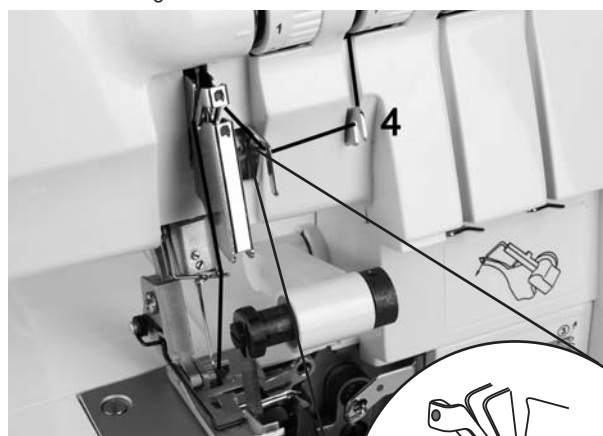

Fig. 27
4. Enfilez le fil en suivant les marques vertes (4- 7) (Fig. 27/28).